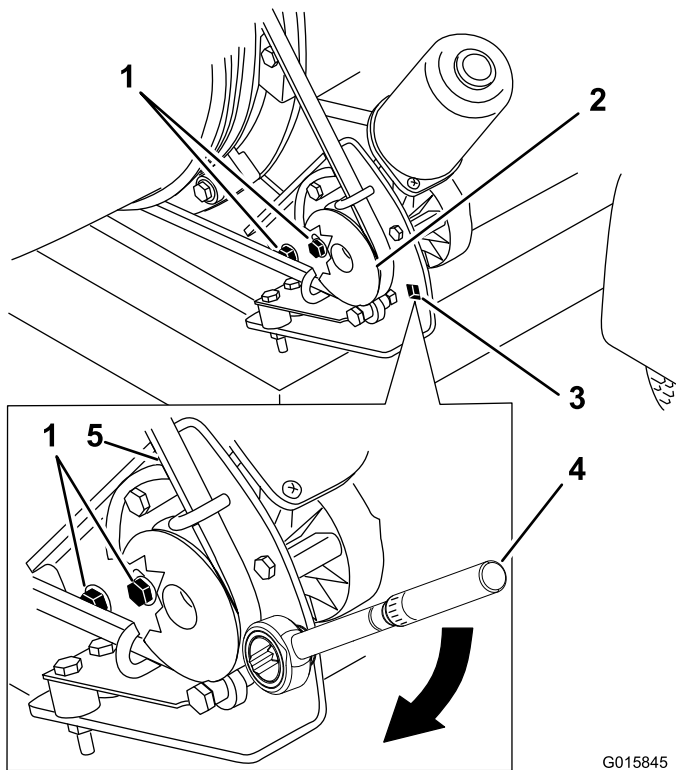

Figura 28
1. Desaperte os parafusos que fixam o suporte de montagem da polia ao chassis do soprador (Figura 28).
2. Coloque uma chave dinamométrica no suporte de montagem da polia (Figura 28).
3. Rode o suporte de montagem da polia afastando-o do bico até que a chave indique 22,6–26,0 Nm (Figura 28).